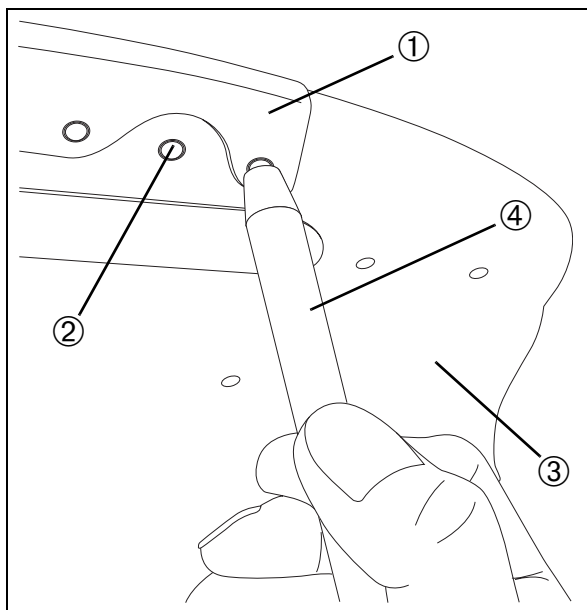

Abb. 45
Der längs geschlitzte Silikonüberzug ① (Abb. 45) wird durch mehrere Metall-Noppen ② (Abb. 45) am Griff befestigt und läßt sich durch Abziehen vom Tray-Tablett ③ (Abb. 45) zum Reinigen, Desinfizieren bzw. sterilisieren abnehmen.
Nach dem Aufziehen des Griffes muß der Silikonüberzug mit dem mitgelieferten Werkzeug ④ (Abb. 45) in die Noppen gedrückt werden damit ein sicherer Sitz gewährleistet ist.